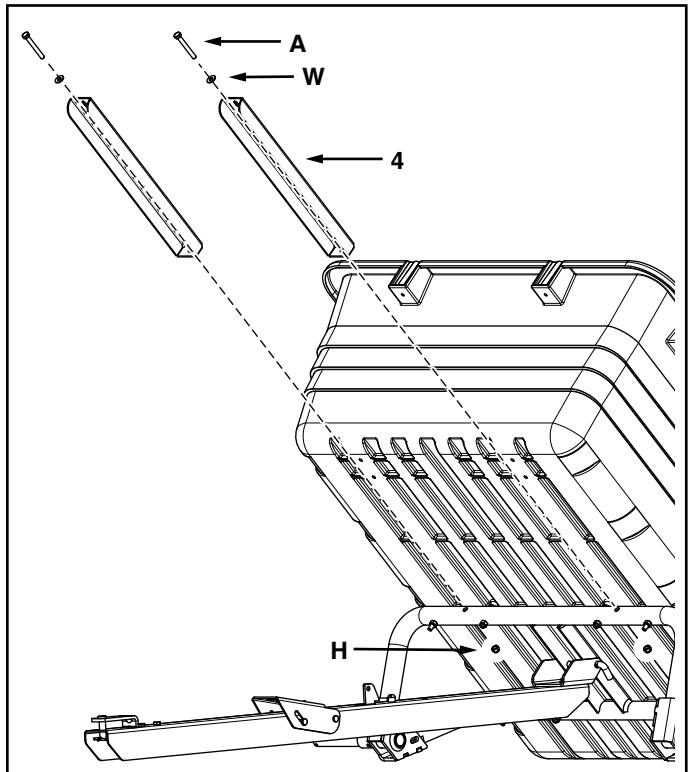
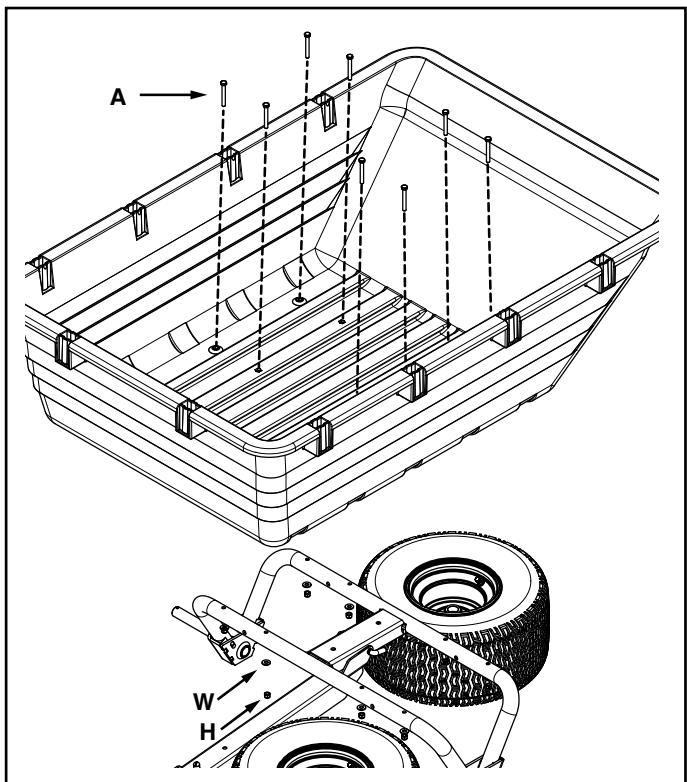

FIGURE 10
FIGURE 9
STEP 10: (SEE FIGURE 10)
1. Position the poly tray as shown in figure 10. Attach the wheel support braces (4) to the wheel support using two 5/16" x 2-1/2" hex bolts (A), 5/16" washers (W), and 5/16" nylock nuts (H). Hand tighten.
STEP 9: (SEE FIGURE 9)
1. Attach the poly tray to the wheel support using eight 5/16" x 2-1/2" hex bolts (A), 5/16" washers (W), and 5/16" nylock nuts (H).
ÉTAPE 9 : (VOIR FIGURE 9)
1. Attacher la benne en plastique au support de roues avec huit vis à tête hexagonale de 5/16 po x 2-1/2 po (A) des rondelles de 5/16 po (W) et des écrous-freins de 5/16 po (H).
ÉTAPE 10 : (VOIR FIGURE 10)
1. Placer la benne en plastique comme indiqué à la Figure 10. Attacher les renforts de support de roues (4) au support de roues avec deux vis à tête hexagonale de 5/16 po x 2-1/2 po (A), des rondelles de 5/16 po (W) et des écrous-freins de 5/16 po (H). Serrer à la main.